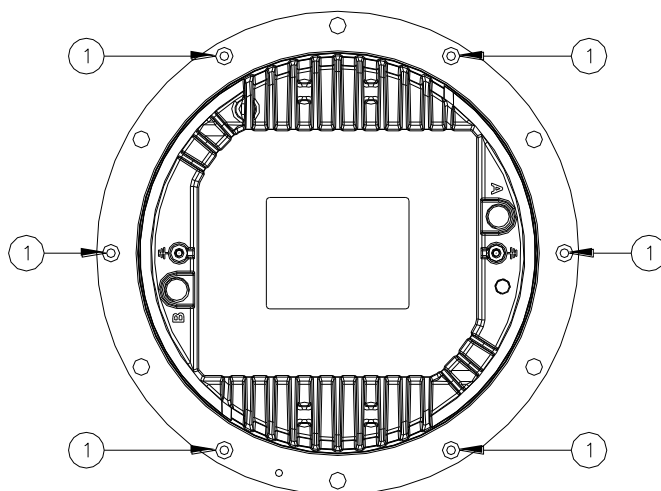

Figura 17 - Tornillos de fijación de la cubierta inferior
- Abra la luz desenroscando los seis tornillos de bloqueo FLAT CSS TORX M5x10 (Figura 17)
- seis tornillos de bloqueo planos CSS TORX M5x10 (Figura 17
Verificar la posición correcta de las dos tóricas entre cúpula y cubierta inferior (Figura 19 – n°2 y 3); montar la cubierta inferior sobre la cúpula y sujetarla mediante los seis tornillos planos CSS TORX M5x10 (Figura 17